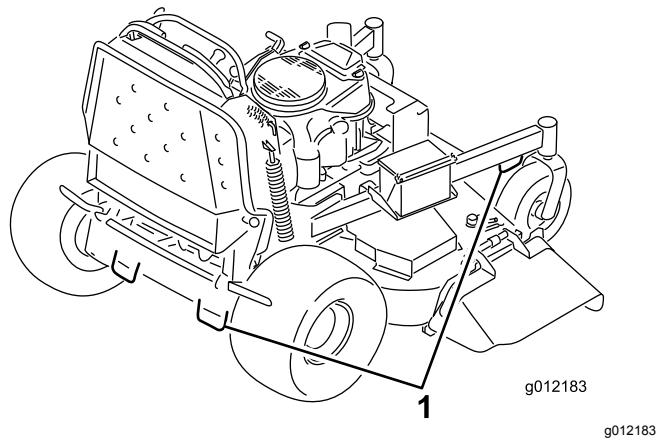

Figure 30
7. Arrimez la machine près des roues pivotantes avant et du pare-chocs arrière à l'aide de sangles, chaînes, câbles ou cordes (Figure 30). Reportez-vous à la réglementation locale concernant les exigences d'arrimage.